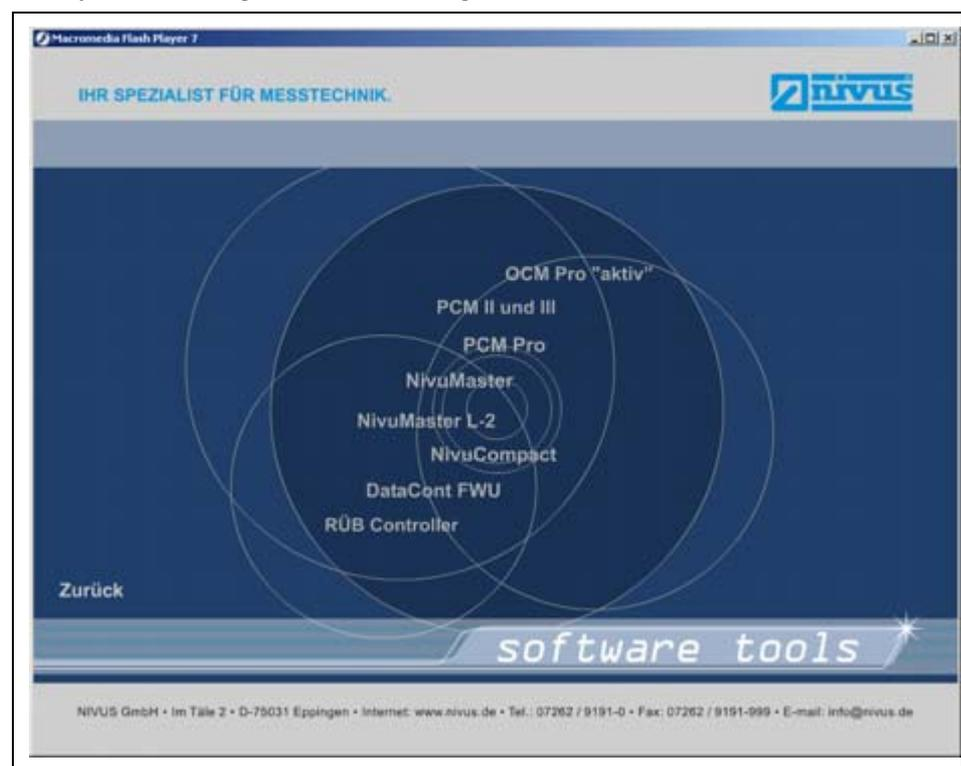

Abb. 5-1 Auswahlmöglichkeit der Gerätesoftware
1. Legen Sie die CD >NIVUS Software Tools< in Ihr CD-ROM-Laufwerk. Bei aktivem AutoStart (PC) wird die CD-Rom automatisch gestartet und nach erfolgter Sprachauswahl öffnet sich das unten abgebildete Bild (Abb. 5-1). Falls die CD-Rom nicht automatisch startet, gehen Sie über den Arbeitsplatz auf das CD-Rom Laufwerk des PC's.